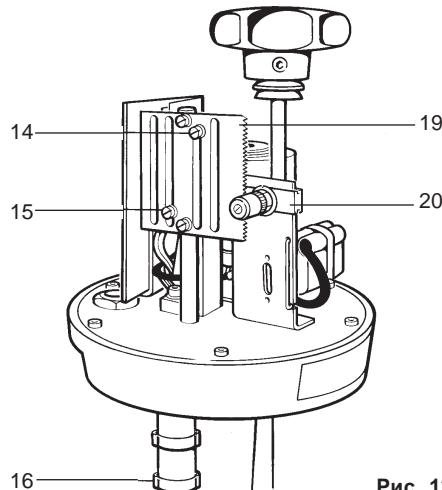

Рис. 12
6. В этой точке вольтметр должен показывать 0В. Если нет, то оттяните подпружиненный потенциометр обратной связи (20 рис.12) от зубчатой рейки и, поворачивая потенциометр, выставите 0В. Введите зубчатое колесо потенциометра в зацепление с зубчатой рейкой. Поворачивайте потенциометр P2 пока не погаснет лампочка.